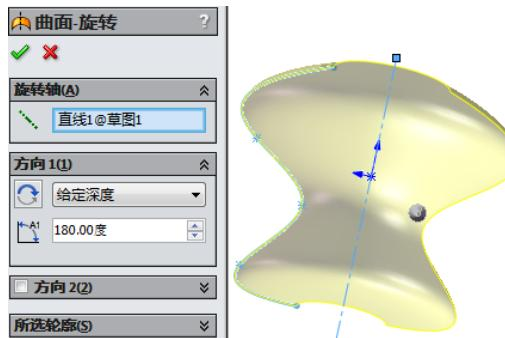

图 6-46 “曲面—旋转”属性管理器
**03** 此时出现“曲面—旋转”属性管理器，同时在右面的图形区域中显示生成的旋转曲面，如图 6-46 所示。